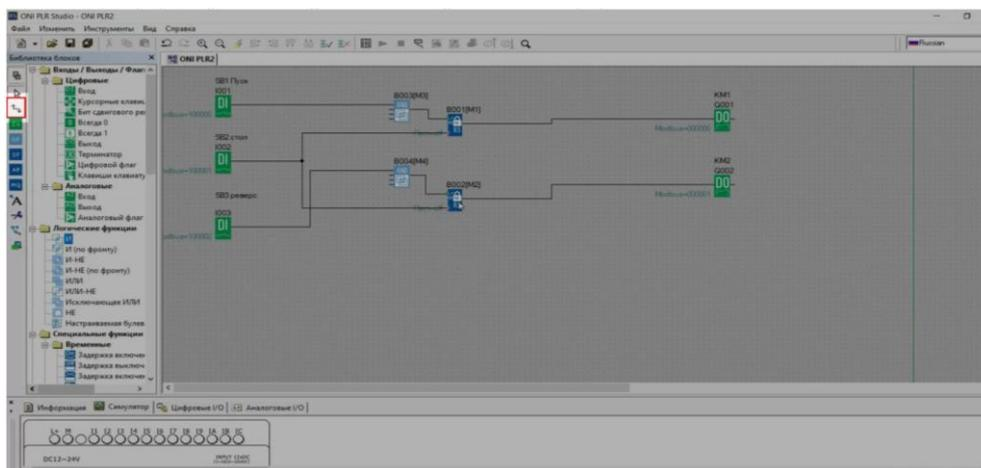

Рисунок 7 – Организация сброса RS-триггеров для остановки двигателя
3. Организовываем сброс RS-триггеров, чтобы двигатель остановился. Для этого с элемента «Стоп» подаем сигнал на R-контакты RS-триггеров (рис. 7).